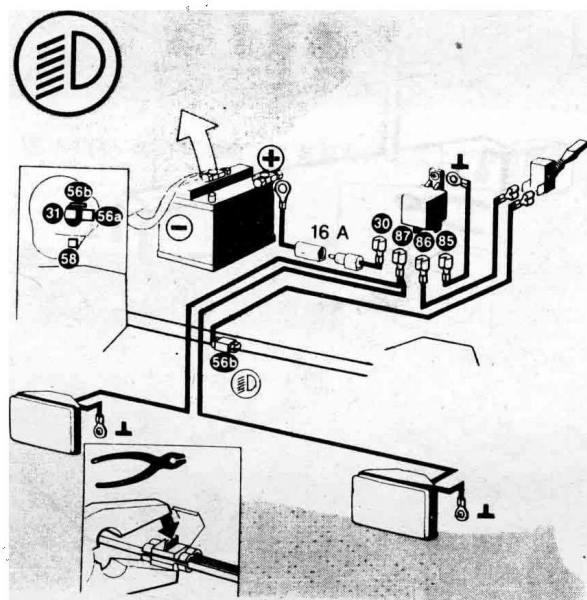

图 1-11
10. 如图 1-11 的接线法为开下方头灯或雾灯时，原来的近光灯也会亮，此种接法常用于照明有死角时以改进车前